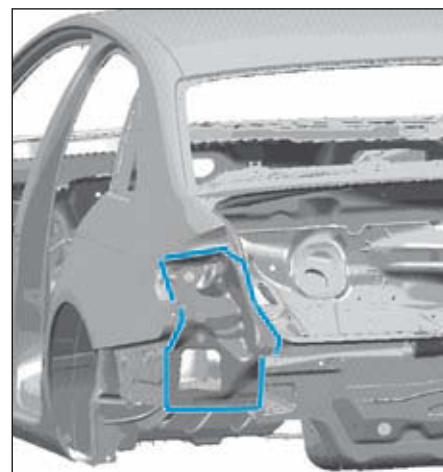

FIG.127
- Déposer le logement du feu arrière par le bas (Fig.127).